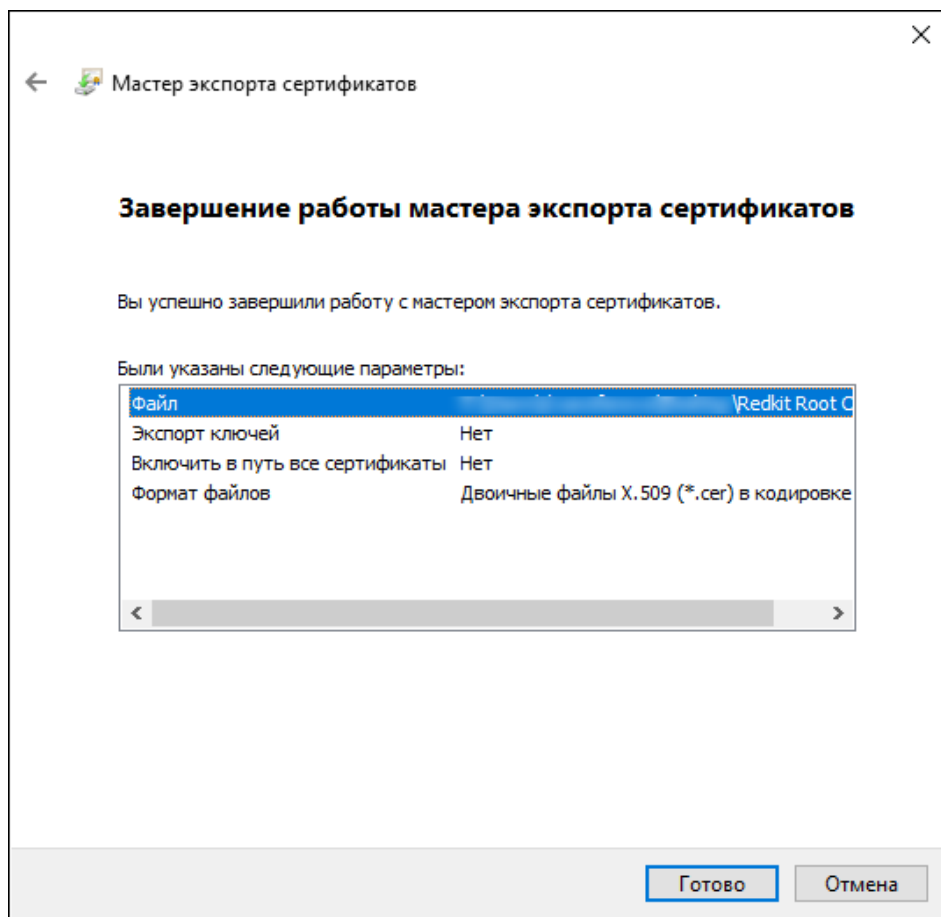

Рисунок 525 - Завершение работы мастера экспорта сертификатов
9. Нажмите **Готово** (Рисунок 525).